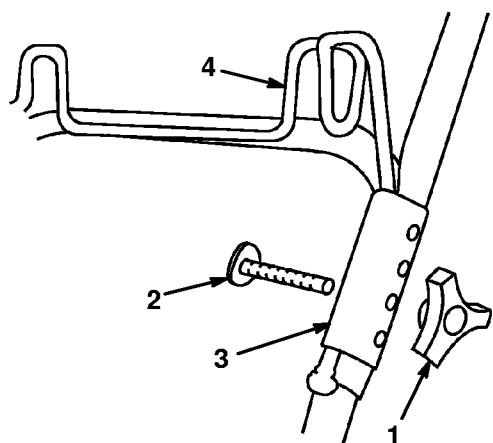

Figure 42
1. Retirer le bouton et le boulon fixant les parties supérieure et inférieure du côté gauche du guidon (Fig. 42).
- Le moteur étant à l'arrêt, décrocher le sac du porte-sac arrière. Retirer les boulons et boutons qui fixent les colliers du porte-sac aux mancherons (Fig. 42). Les colliers du porte-sac présentent quatre trous de réglage.